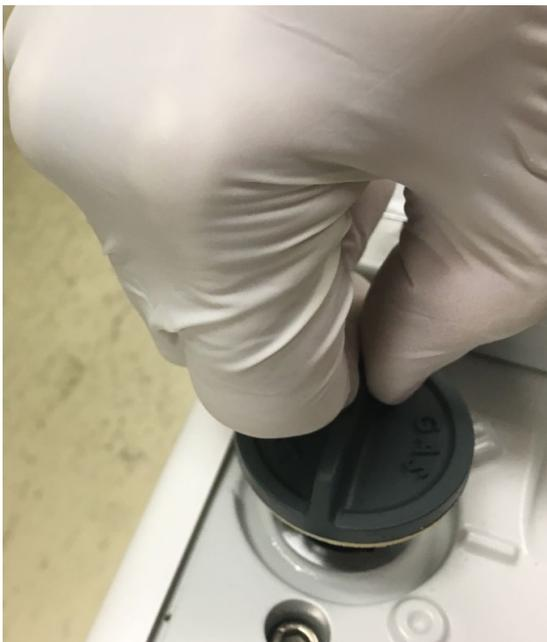

Figure 11 : retrait du bouton du lest d'air
- 4) Retirez le bouton du lest d'air à partir de la partie supérieure de la pompe primaire en appuyant dessus, puis en le tournant. Reportez-vous à la Figure 11.